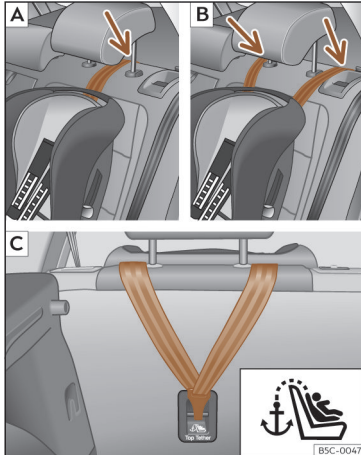
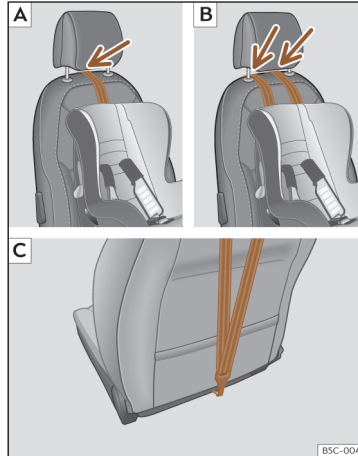

Fig. 33 Bancheta din spate: reglarea și asamblarea trebuie făcute conform curelei Top Tether.
Fig. 34 Scaunul pasagerului față: reglarea și asamblarea trebuie făcute conform curelei Top Tether.
- Treceți cureaua pe sub tetieră (în funcție de instrucțiunile de utilizare a scaunului respectiv, ridicați sau demontați tetiera, dacă este cazul) >>> **fig. 33 [A]/[B]**, >>> **fig. 34 [A]/[B]**.
- Glisați chinga și asigurați-o corect pe elementele de ancorare de pe spătar >>> **fig. 33 [C]**, >>> **fig. 34 [C]**.